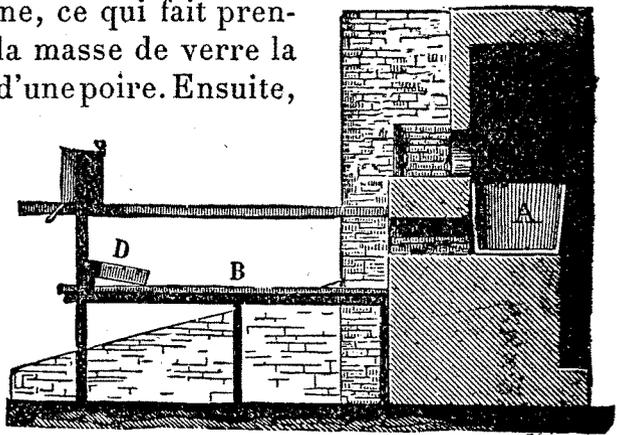

Fig. 357. — Four pour verre à vitres.
**Soufflage.** — Le verre à vitres ordinaire est, jusqu'à présent, fabriqué exclusivement par *soufflage*. L'ouvrier, ou *souffleur*, se tient sur un plancher B (fig. 357) situé à la hauteur du four. Avec sa canne plongée dans le creuset A, il puise une certaine quantité de verre fondu. Il en forme une masse sphérique en la faisant tourner dans un bloc de fonte ou de bois mouillé D, présentant une cavité hémisphérique, puis il commence à souffler dans sa canne, ce qui fait prendre à la masse de verre la forme d'une poire. Ensuite,